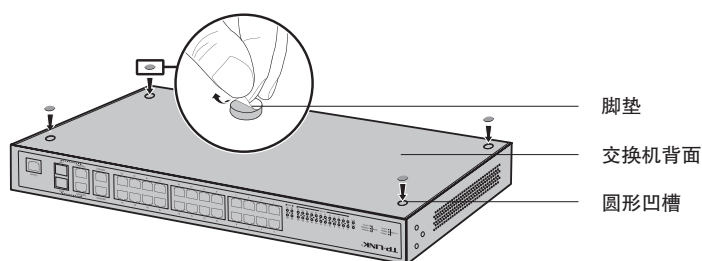

图2-1 桌面安装示意图
2. 逐个揭去4个脚垫的胶面保护纸, 分别黏贴在位于机壳底部四角的圆形凹槽中, 如图 2-1所示;